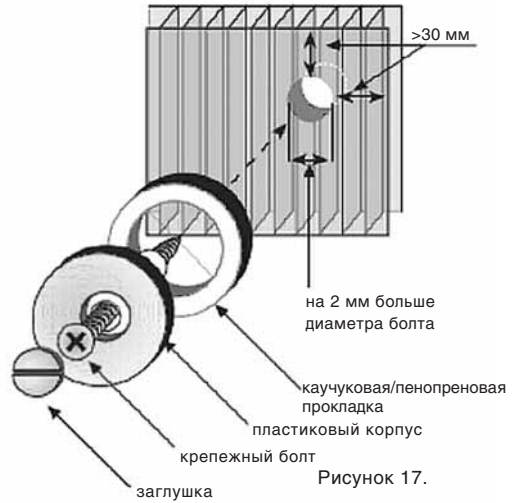

Рисунок 17.
8) Чтобы улучшить внешний вид, можно заменить обычные прокладки на специальные поликарбонатные термошайбы (Рис. 17). Они поставляются со специальными уплотнительными кольцами и подойдут для панели любой толщины (4,6,8,10,16 или 25мм). Различаются по длине ножки и цвету. Преимущества: термошайба предотвращает излишнюю сжатость и локальные повреждения поверхности вокруг болта а также обеспечивает герметичность соединения. Термошайбы используются с теми же болтами (3,5мм), может быть, немного длиннее, из-за большей толщины.